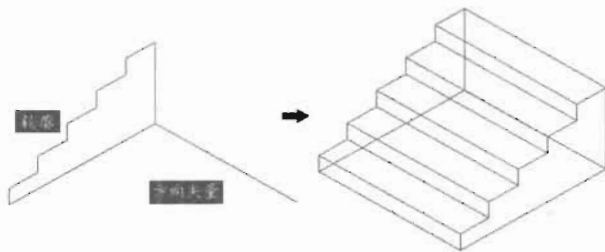

图 13-36
(2) 在命令提示行输入 Tabsurf 命令并回车, 绘制如图 13-36 所示的楼梯, 命令执行过程如下。